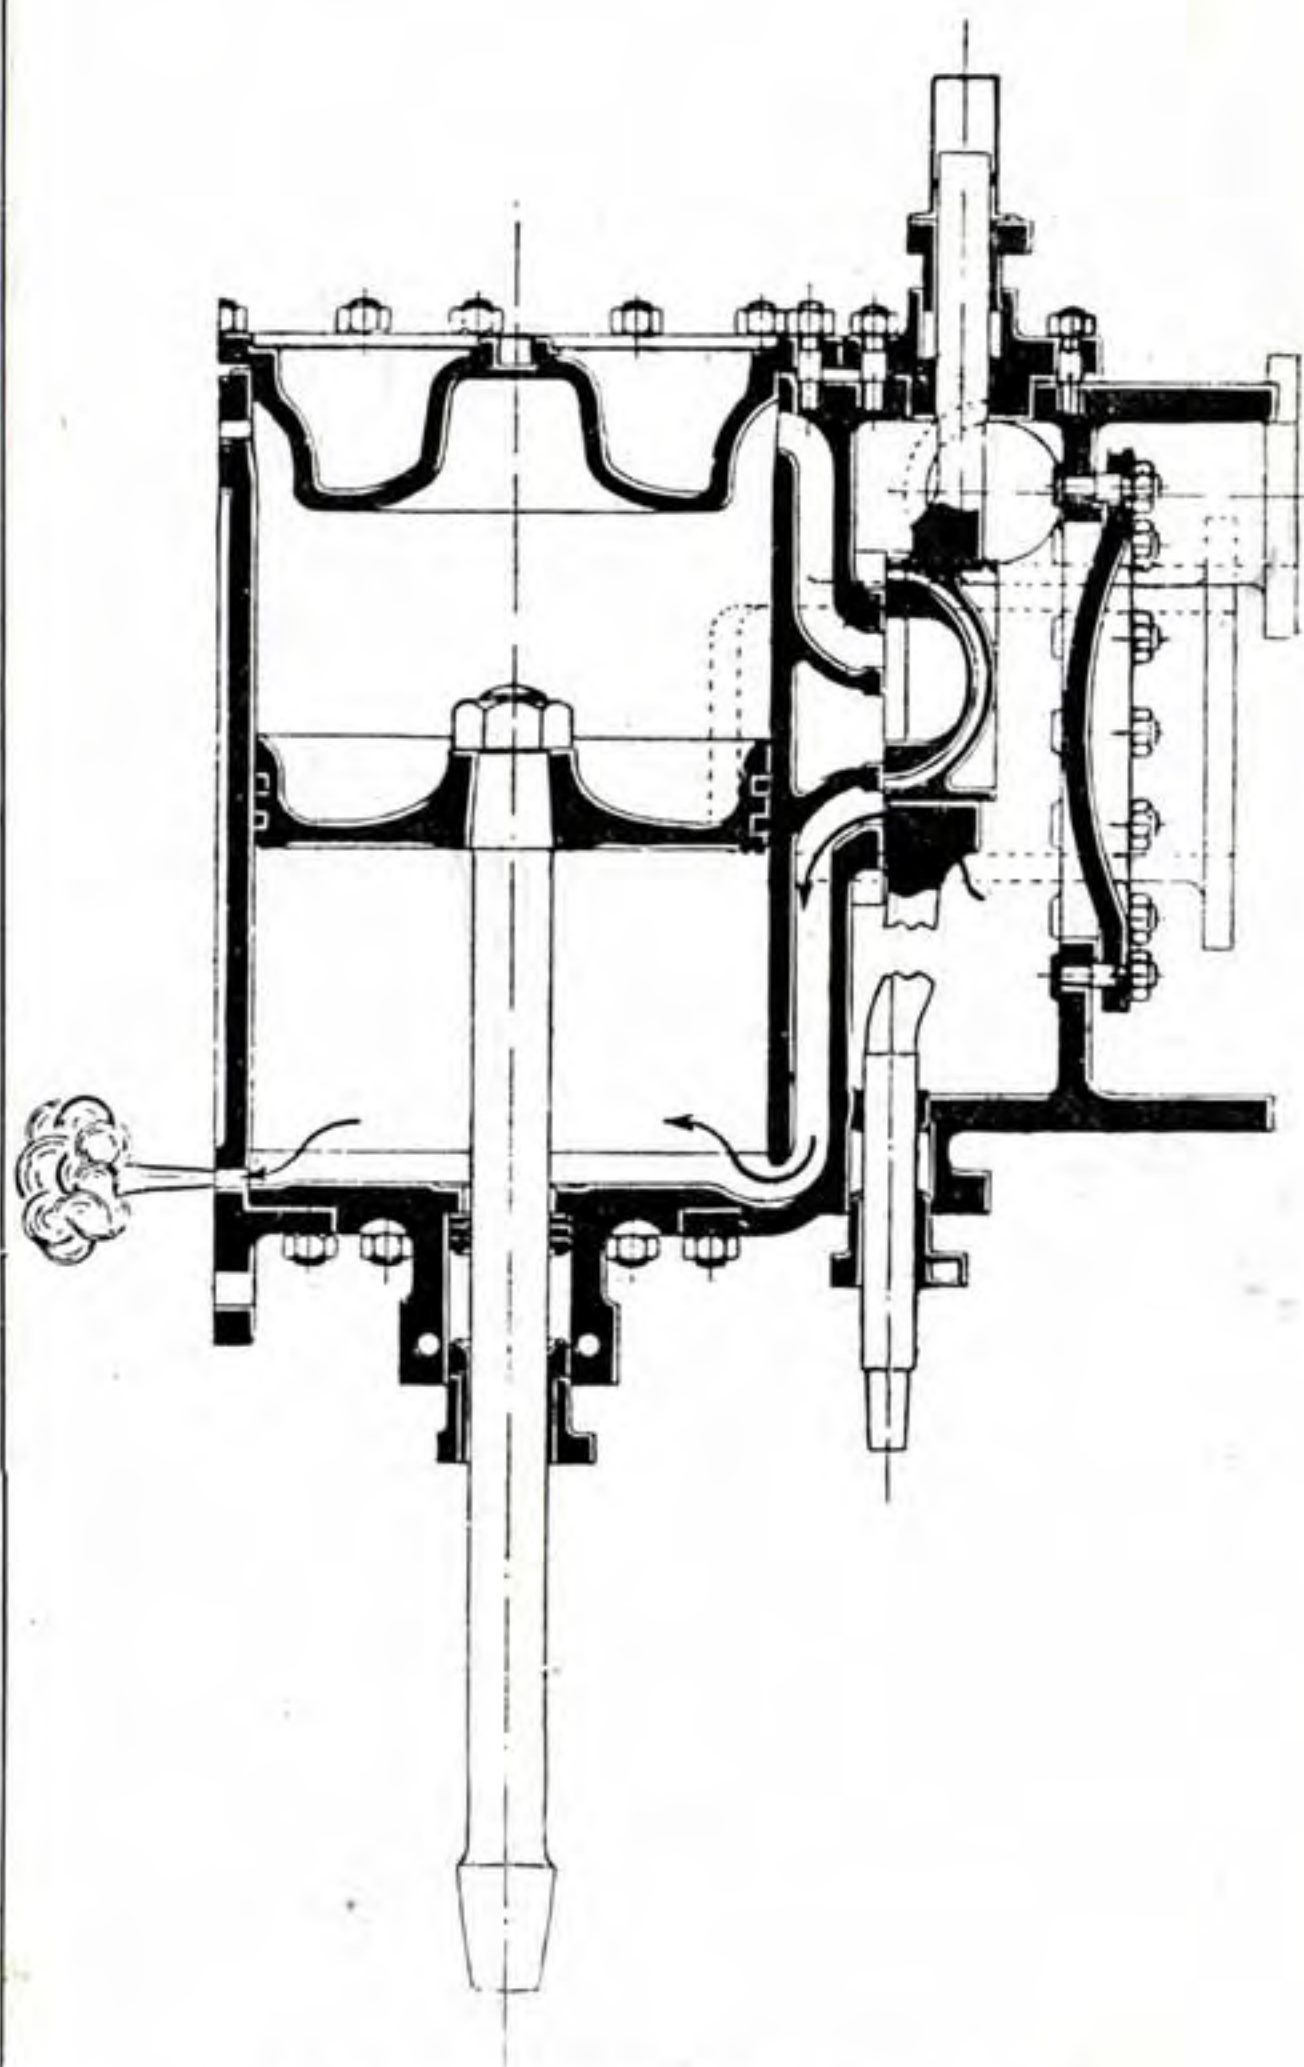

Fig. 20. — La tige du tiroir est brisée.
a) Si le tiroir est séparé de sa tige (fig. 20), le même purgeur ne cessera de débiter et il restera seul à le faire.